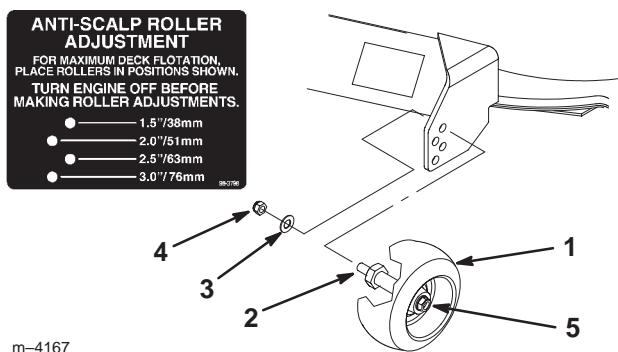

Figure 12
3. Lorsque la hauteur de coupe est réglée, enlevez l'écrou et la rondelle tout en maintenant le goujon avec une clé (Fig. 12).
**Remarque :** N'enlevez pas l'écrou et la rondelle de la roue (Fig. 12).
4. Choisissez le trou pour que la roue de jauge se trouve le plus près possible de la hauteur de coupe correspondante voulue (Fig. 12).
5. Remettez l'écrou et la rondelle sur le goujon (Fig. 12).